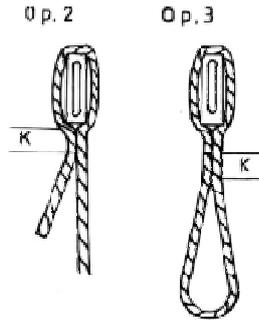

Abb. 17: Patentlösung;
3. Schließen der großen Schlaufe (Abb. 17, Op. 2/3).
1. (Abb. 17, Op. 1-6) Anzeichnen des zu umwickelnden Ösen- und Blockbereichs.